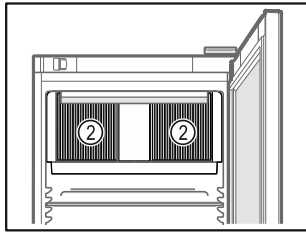

Fig. 72
- ❑ 内部循环风机的通风槽 Fig. 72 (2) 保持畅通。